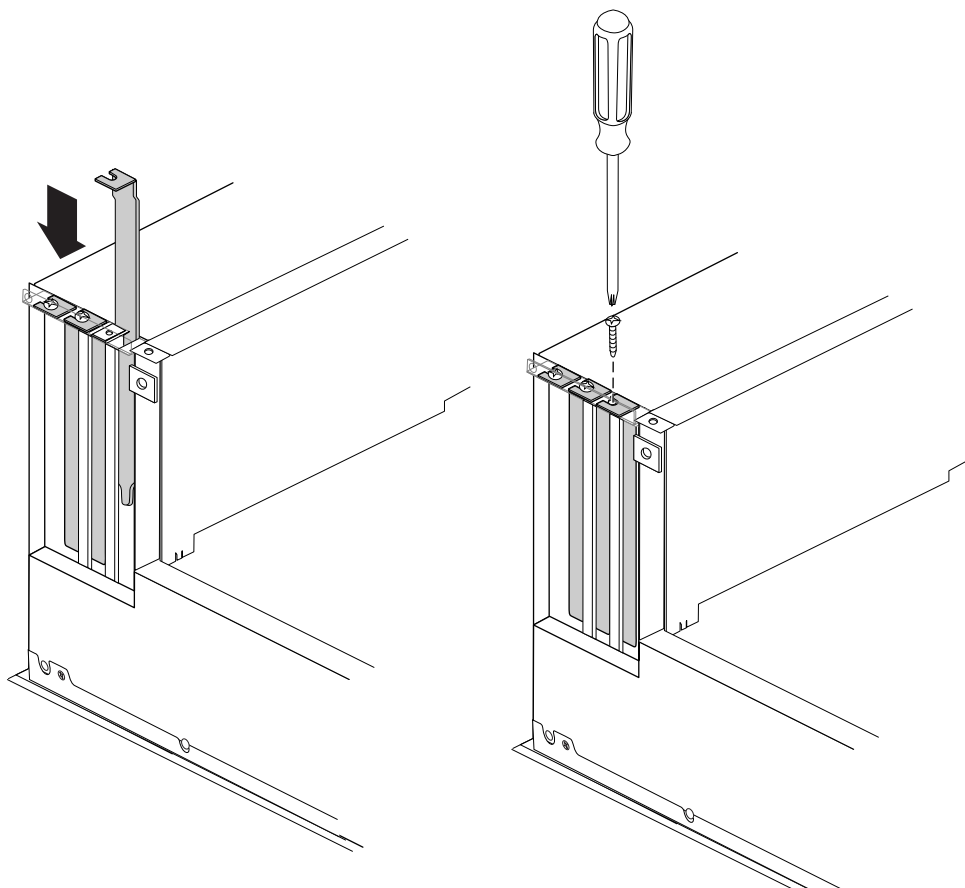

Figure 6-7 Remise en place de la vis et de la plaque de protection d'une carte PCI supplémentaire
- Mettez-la dans l'alignement et glissez-la en place, comme indiqué à la Figure 6-7.
- Serrez la vis qui fixe la plaque de protection au châssis de l'Origin200, comme indiqué à la Figure 6-7.